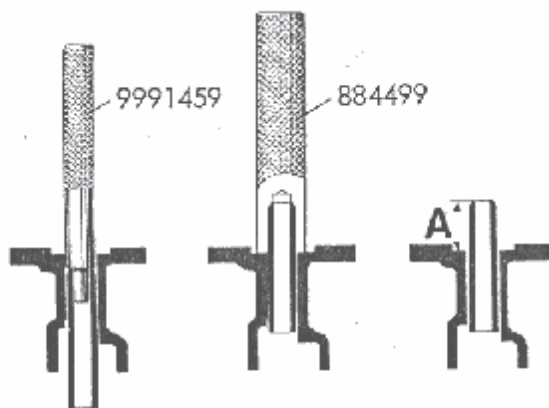

Abb. 11 Werkzeug für Aus- und Einbau der Ventileführungen
1. Ventileführungen mit dem Werkzeug 9991459 herauspressen (Abb. 11).
2. Führungen außen einölen und mit dem Werkzeug 884499 einpressen. Mit Hilfe dieses Werkzeuges erhält man die richtige Höhe über der Federauflagefläche im Zylinderkopf. Nach dem Einpressen soll der Abstand "A" 18 mm betragen (siehe Abb. 11).